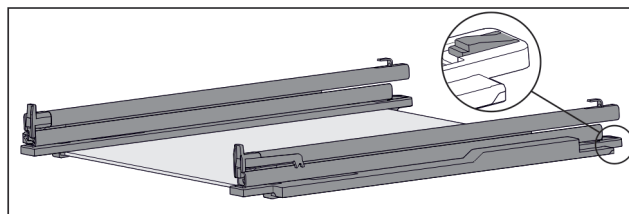

Fig. 48 Skleněná deska s kolejničkami a přídržnými díly
- ▶ Přídržný díl vzadu stlačte dolů (viz Fig. 48) a současně zasuňte kolejničku dozadu.